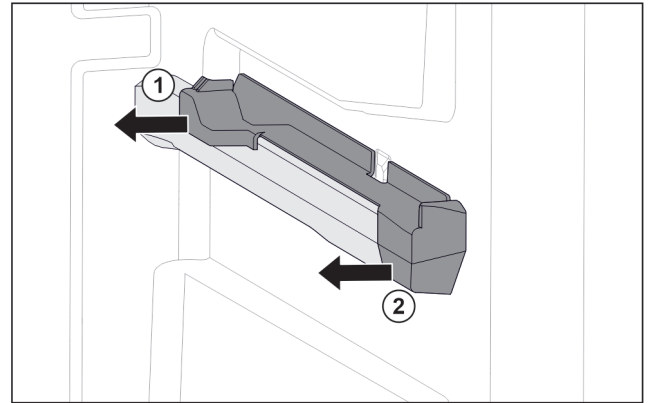

Fig. 140 Felhúzóható elem a jobb oldali tartóbordán
- Oldalra húzza le a felhúzóható elemet. Fig. 140 (1)
- Húzza előrefelé a felhúzóható elemet. Fig. 140 (2)